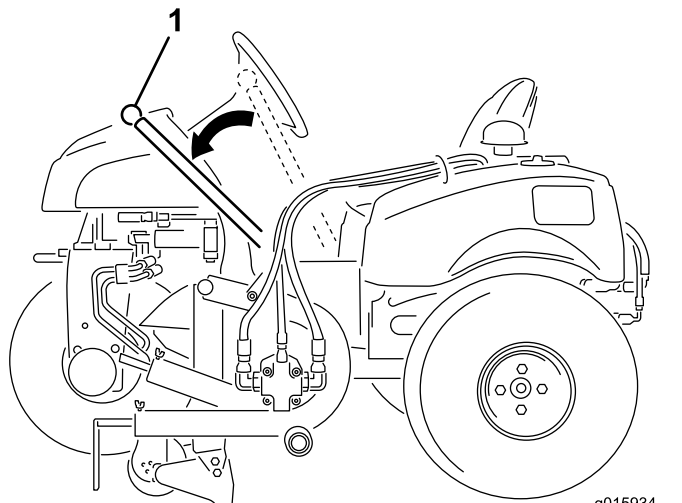

Figura 10
Utilice la palanca para elevar y bajar el cortabordes (Figura 10).
2. Presione la palanca hacia fuera y baje la cuchilla del cortabordes al suelo (Figura 10).
- Presione la palanca hacia fuera y eleve la cuchilla del cortabordes a la posición de transporte (Figura 10).